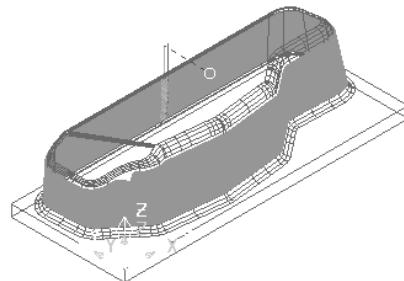

图 5-90 生成的刀具路径 5
2) 在“SWarf 精加工”对话框中单击“应用”按钮和“接受”按钮，确定参数并退出对话框，生成的刀具路径如图 5-90 所示。